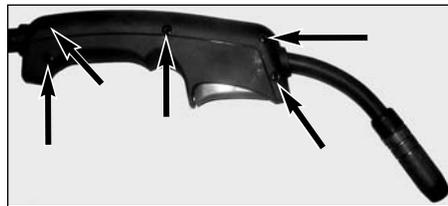

Figura 2- Quite estos cinco tornillos
3. Desarme el mango del soplete quitando cinco tornillos (vea la figura 2).